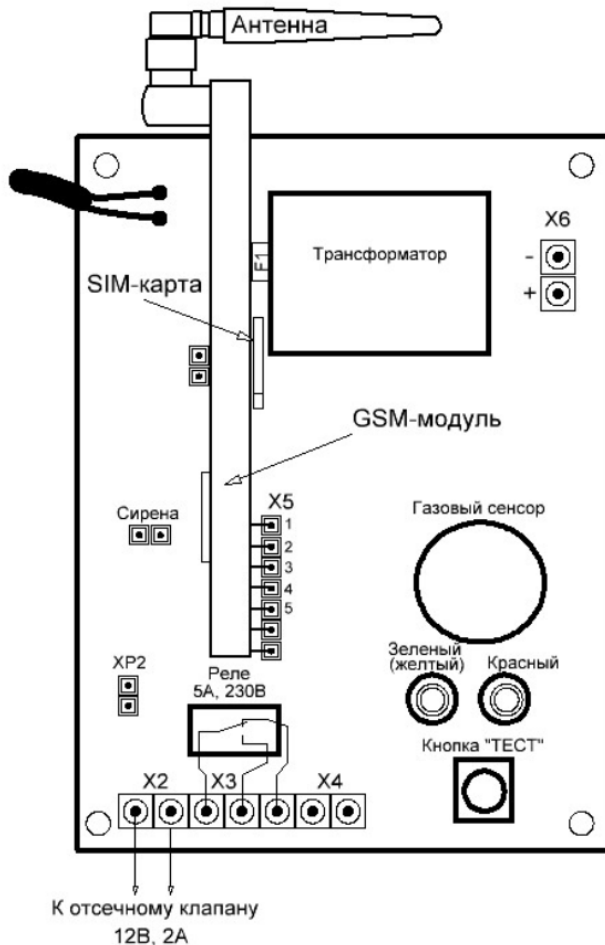

Рисунок 1 – Внешний вид сигнализатора без крышки
Внешний вид сигнализатора без крышки, представлен на рис. 1.
- нажать кнопку «ТЕСТ», для контроля срабатывания, (рисунок 1);
– нажать кнопку «ТЕСТ», для контроля срабатывания, (рис.1),
MicroSIM-карта устанавливается в разъем GSM-модуля (рис. 1 и 3) контактной группой к печатной плате GSM-модуля.